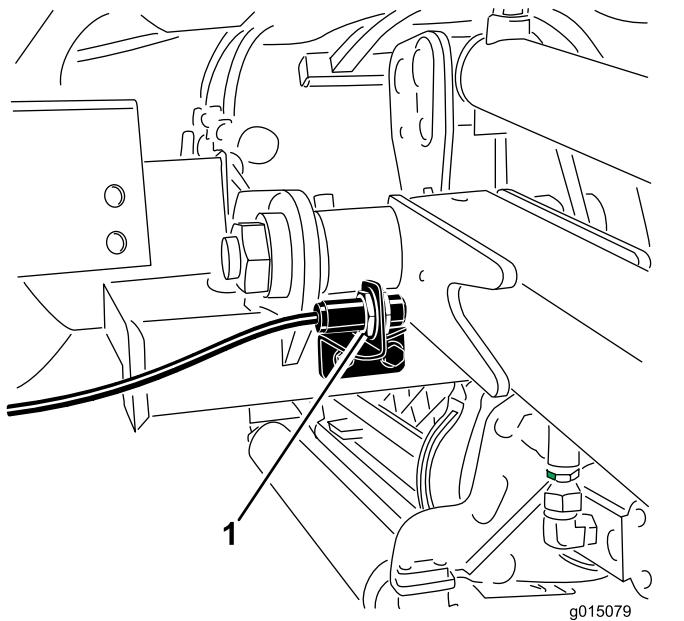

Figura 41
- Solte os parafusos de montagem do interruptor (Figura 41) e desloque o interruptor para cima para aumentar a altura de viragem do braço de elevação ou desloque o interruptor para baixo para diminuir a altura de viragem do braço de elevação.
- O interruptor do braço de elevação encontra-se por trás do braço de elevação direito dianteiro (Figura 41).